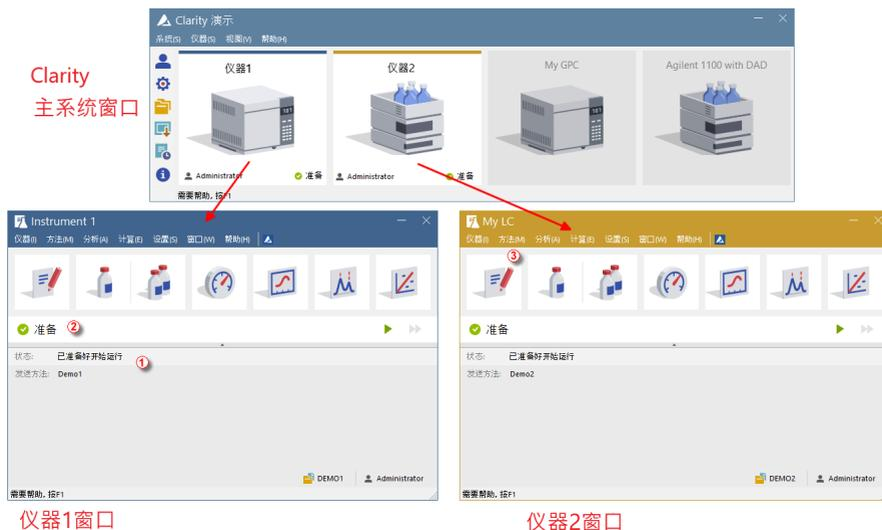

图10 Clarity仪器窗口
**仪器**窗口被用来采集和处理来自自己联机的色谱仪的数据。最多可显示四台独立的**仪器**窗口。从第15页第图10.中可看到，**仪器1**和**仪器2**被打开过，所以它们各自的仪器窗口都显示在屏幕上。